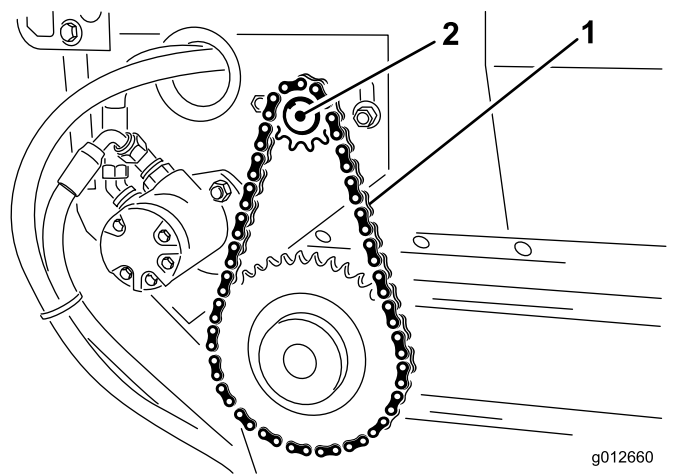

Рисунок 24
3. Ослабьте болты и гайки, которые крепят гидромотор в сборе со звездочкой к основной раме (Рисунок 24).
4. Поворачивайте гидромотор в сборе со звездочкой (Рисунок 24) в монтажных пазах, пока цепь привода ленты транспортера не отклонится на 3,2 мм.
5. Затяните крепежные болты (Рисунок 24).